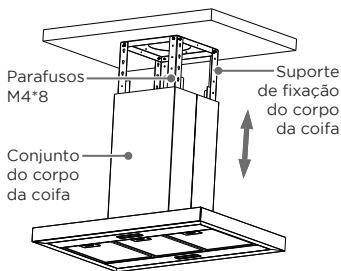

Fig. 19
6. Prenda o conjunto do corpo da coifa ao suporte de fixação da coifa no teto usando 8 parafusos M4*8 (Fig. 19).